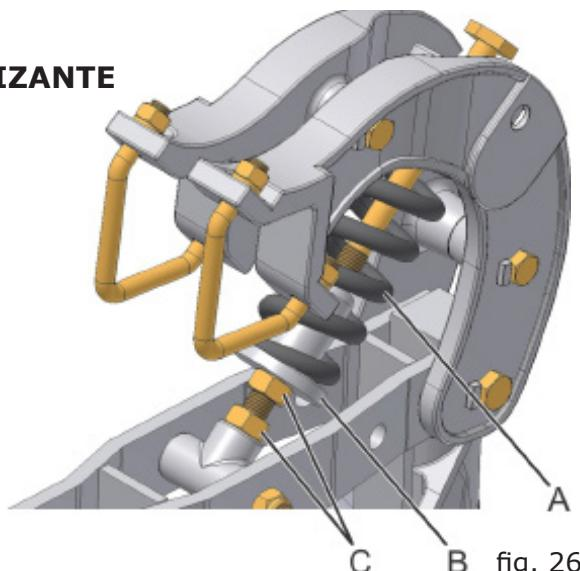

fig. 26
A profundidade do disco de corte é determinada pelo aumento da pressão da mola (A) (fig. 26) através do deslocamento com chave do guia (B), sendo o mesmo travado através da porca (C). Observe que a medida ajustada deverá ser a mesma em todas as molas das linhas.